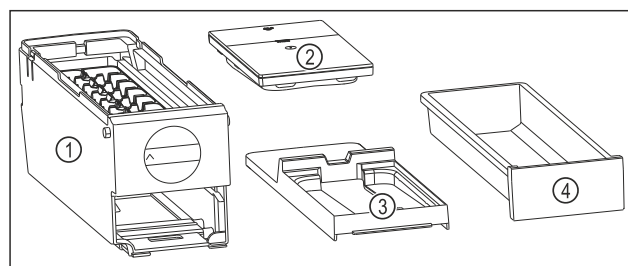

Fig. 114 Componenti dell'EasyTwist-Ice
- ▶ L'EasyTwist-Ice è scomposto in quattro parti. (vedere Fig. 114)
- ▶ Smontare l'EasyTwist-Ice scomponendo solo gli elementi rappresentati in figura. (vedere Fig. 114)
- ▶ Pulire l'intero corpo dell'EasyTwist-Ice Fig. 114 (1).